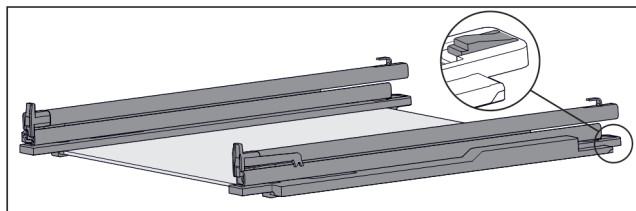

Fig. 125 Siinide ja hoideosadega klaasplaat
- ▶ Suruge hoideosa taga alla (vt. Fig. 125) ja lükake samaaegselt siini tahapoole.